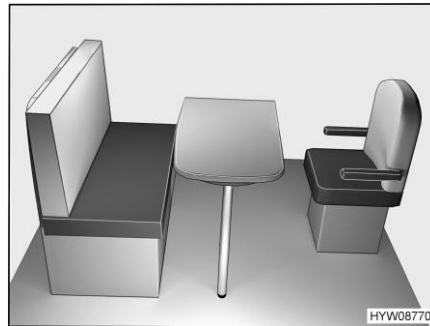

Fig. 72 Prima della trasformazione
- Ruotare il sedile del conducente verso il tavolo (Fig. 72).